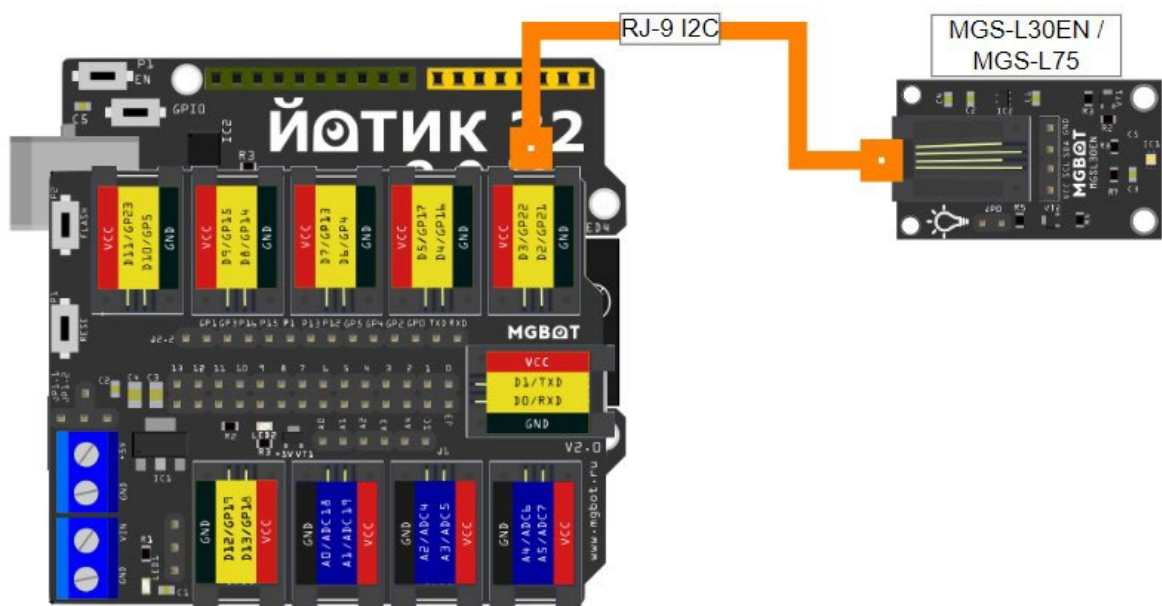

Рисунок 2. Схема подключения датчика освещенности
9. **Отключить питание, собрать схему с датчиком освещённости (рис. 2), снова подать питание.** На этом этапе подключается датчик освещенности.